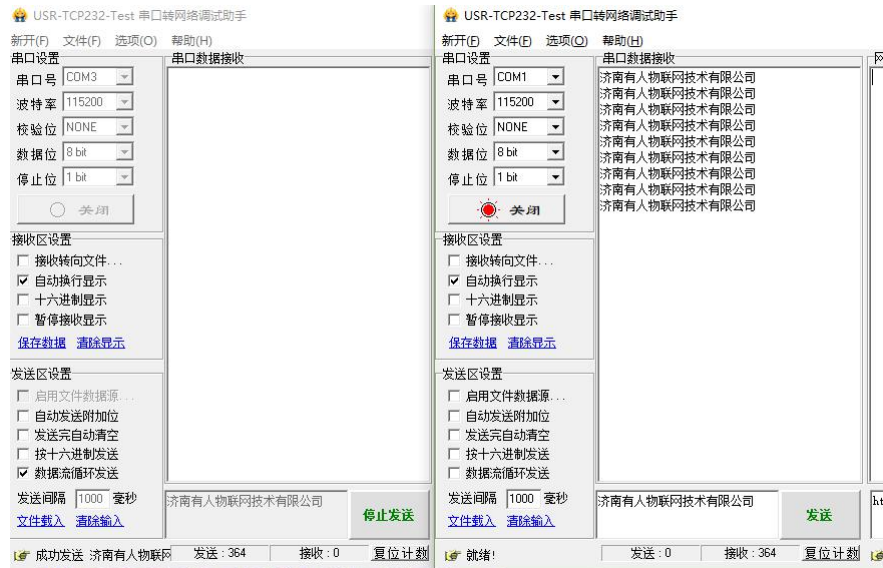

图 2 数据透传
① 使用串口分别将模块 A、B 接入 PC 机
② 打开 LoRa 设置软件（如图 2），选择 L101-L-P-H10，依次执行打开串口(115200,8,1,NONE,NFC)、进入配置状态、读取参数、配置上表中的参数、设置参数，成功后关闭 LoRa 设置软件。